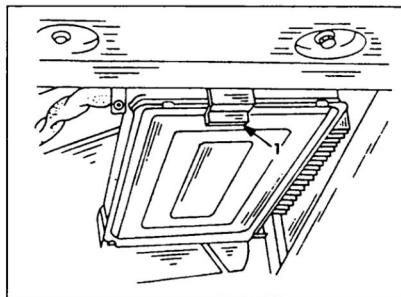

Рис. 151. Снятие прибора управления.
- ♦ Оттянуть пружинную скобу крепления (1) и извлечь прибор управления из держателя (см. рис. 151).